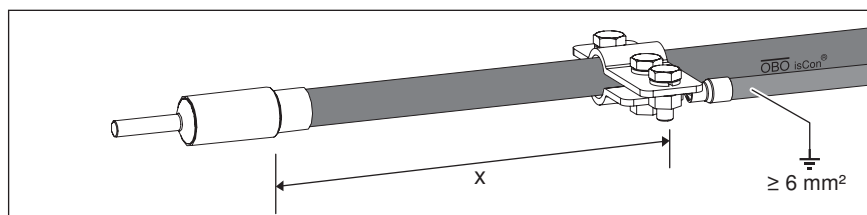

Рис. 57: Расстояние между соединителем и скобой уравнивания потенциалов
- Подключите соединитель к системе уравнивания потенциалов с помощью проводника $\geq 6 \text{ мм}^2$ из меди или эквивалентного по проводимости материала (см. Рис. 57).